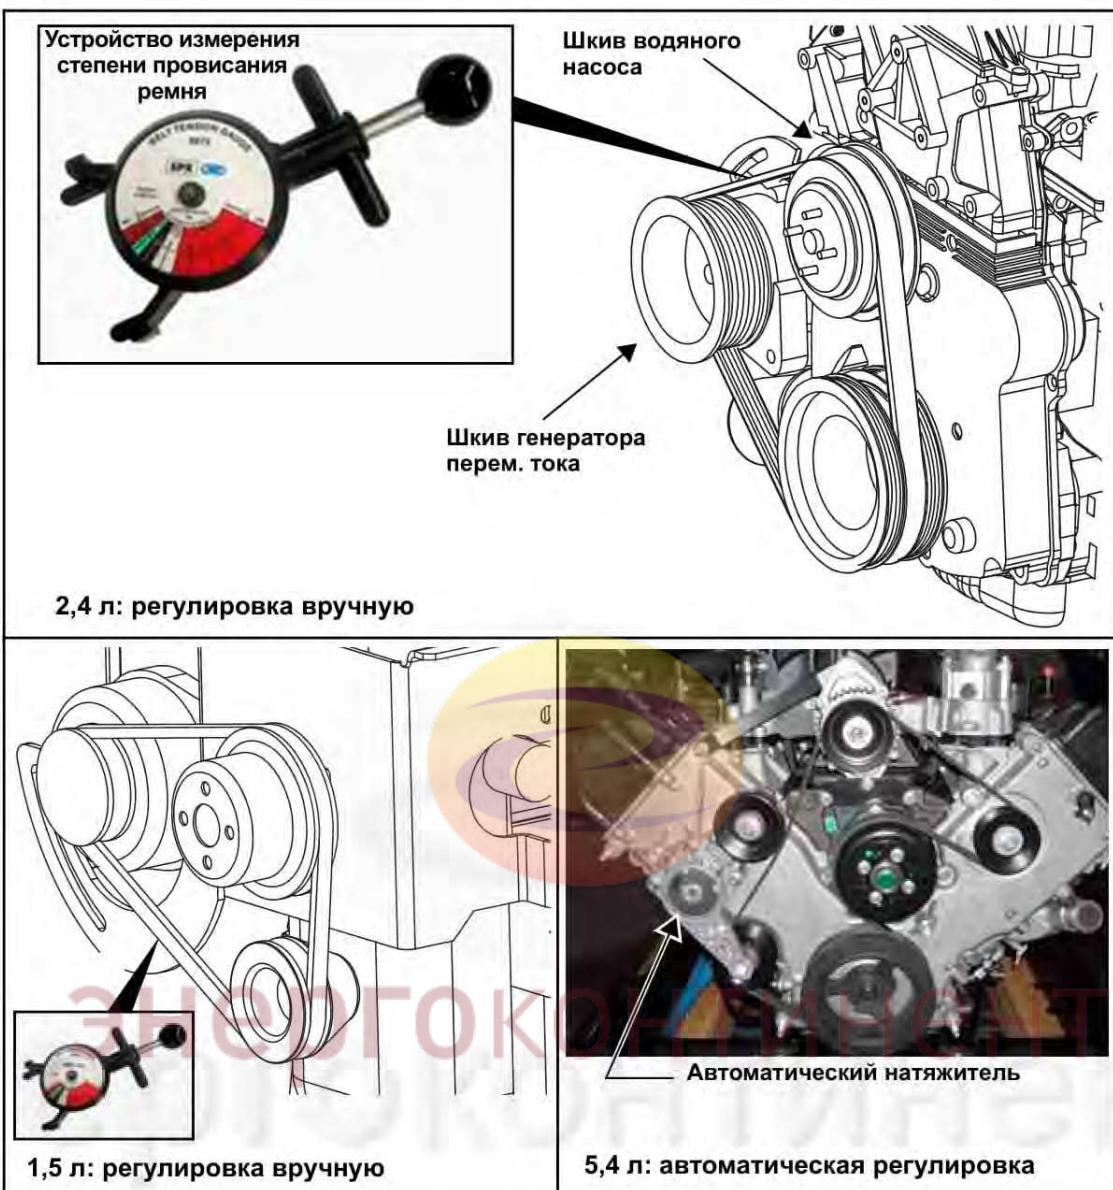

**Рис. 5-11. Снятие/установка аккумулятора**
- Наденьте резиновый защитный колпачок на положительную (+) клемму аккумулятора. См. пункт «А» на Рис. 5-11
- Поднимите аккумулятор с поддона, взяввшись за ремень аккумулятора. См. пункт «В» на Рис. 5-11
1. Наденьте резиновый защитный колпачок на положительную (+) клемму аккумулятора. См. пункт «A» на Рис. 5-11
2. Поднимите аккумулятор, взявшись за ремень аккумулятора. См. пункт «B» на Рис. 5-11